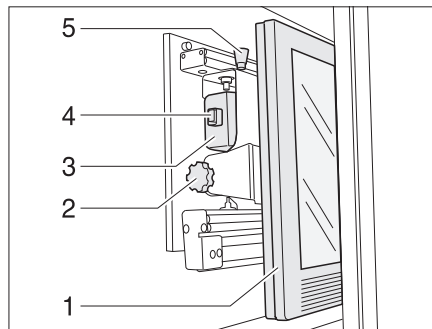

Bild 132 TV-Schrank
- Entriegelungsknopf (Bild 132,5) drücken und Halterung für den Flachbildschirm am Griffstück (Bild 132,4) bis zum Anschlag nach vorn ziehen.
- Entriegelungsknopf (Bild 132,1) ziehen und Flachbildschirm (Bild 132,2) in die gewünschte Position schwenken.
- Rändelschraube (Bild 132,3) lösen.